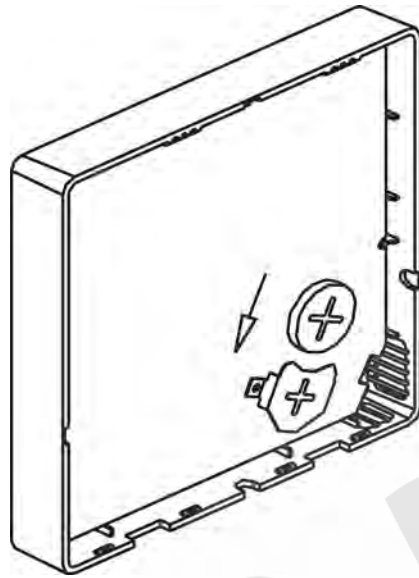

Fig.3-7
- Mettere la batteria in fase d'installazione e assicurarsi che il lato positivo della batteria sia conforme al lato positivo del vano porta batteria. (Vedi Fig.3-7)